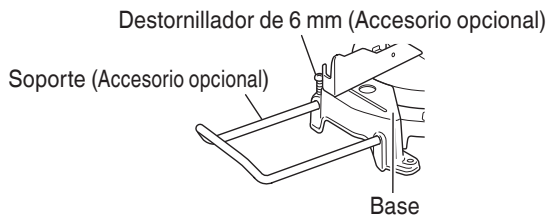

Fig. 9
- Tal y como se indica en la Fig. 9, instale el soporte en los orificios del lateral de la base y apriételo con un destornillador de 6 mm (Accesorio opcional).